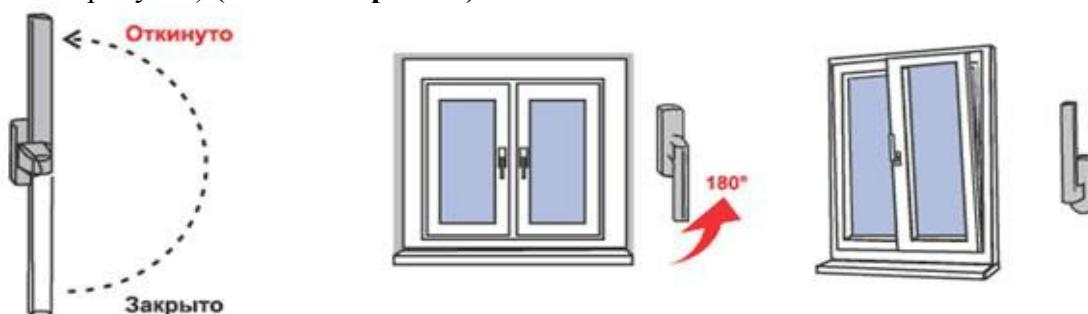

Рис. 2
2) Для перевода створки из закрытого положение в откидное, поворот створки относительно нижней горизонтальной оси, (положение «Откинуто» на Рис.2) ручку поворачивают вертикально на 180 градусов вверх, затем, потянув за ручку, поворачивают створку относительно нижней горизонтальной оси на заданный изготовителем угол (не более 10 градусов) (откидной режим).
закрывают и, придерживая створку рукой, поворачивают ручку вертикально вниз (положение «Закрыто» на Рис. 2).